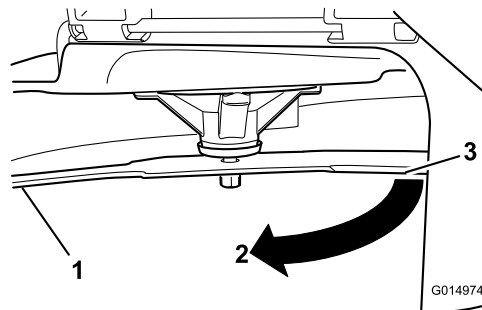

Figura 103
4. Ruotate la stessa lama di 180 gradi in modo che il tagliente opposto si trovi ora nella stessa posizione (Figura 103).